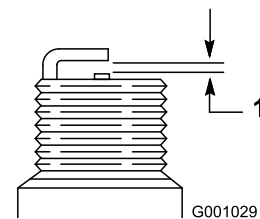

Figura 23
4. Regolate la luce tra gli elettrodi della candela nuova a 0,76 mm (Figura 23).